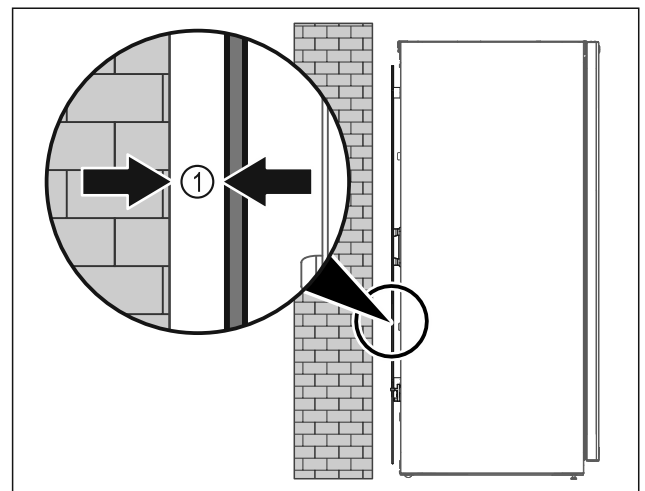

Fig. 7
- ▶ Still opp apparatet enten fritt i rommet eller direkte på en vegg med en minimumsavstand på 5 mm *Fig. 7 (1)*.